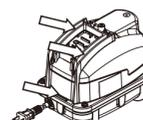

Abbildung 4
- 6 Entfernen Sie den Staub von der Rückseite der oberen Abdeckung. (Abbildung 4)